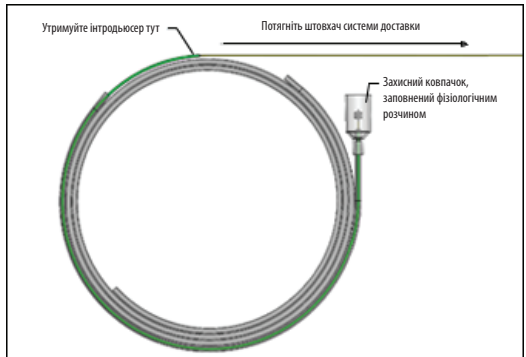

Рисунок 5. Потягніть штовхач у проксимальному напрямку, щоб витягнути імплантат
- Однією рукою зафіксувавши зелений інтродьюсер, візьміть штовхач і акуратно потягніть в проксимальному напрямку, щоб витягнути імплантат (див. рисунок 5).